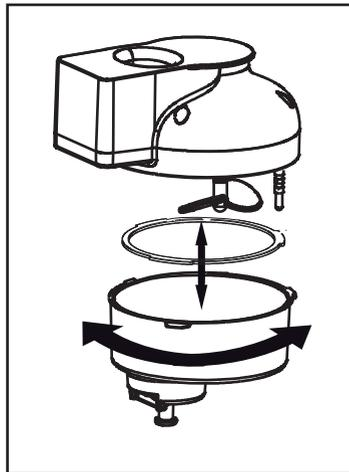

Fig. 5
- Desmonte la unidad motriz **A** para limpiarla concienzudamente (fig. 5):